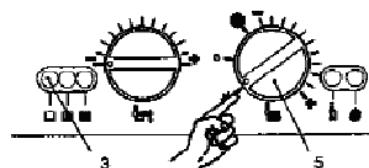

fig. 2.3
- Rodem o selector 5 como na fig. 2.3; a lâmpada de sinalização 3 lampeja com intermitência aproximadamente cada segundo.